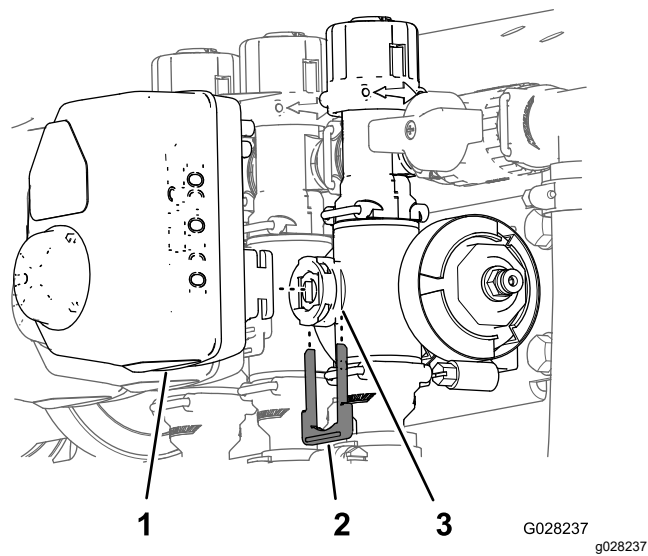

Figura 13
1. Retire o retentor que fixa o acionador à válvula do coletor para válvula de secção ou válvula de agitação (Figura 13).